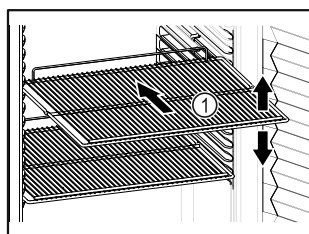

Fig. 40 Примерное изображение
- Если имеются решетчатые полки Fig. 40 (1), отрегулируйте высоту их установки.